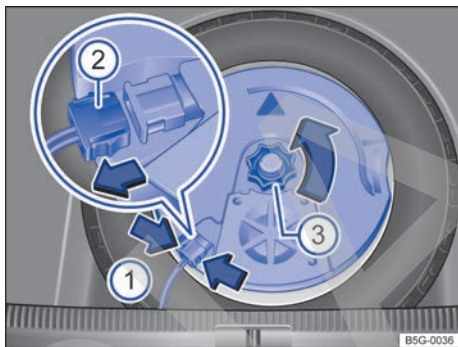

Fig. 147 En el maletero: desmontar el subwoofer (variante 1).
- Para desbloquear el conector → fig. 147 (2), comprima las pestañas de encastre → fig. 147 (flechas 1).
- Desacople el conector (2) y deje el cable a un lado.
- Desenrosque la ruedecilla (3) en el sentido contrario al de las agujas del reloj (flecha).
- Acople el conector → fig. 147 ② hasta que encastre de forma audible.
- Enrosque la ruedecilla ③ en el tornillo prisionero en el sentido contrario al de la flecha hasta que el subwoofer quede bien fijado.